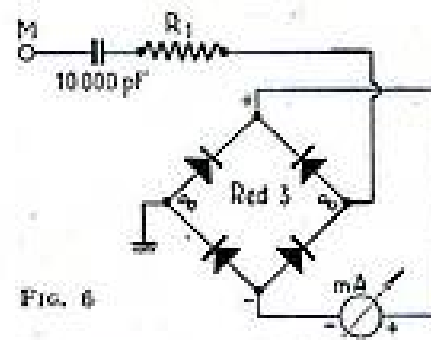

Fig. 6
C'est ce que l'on obtient avec le montage de la figure 6, redressant les deux alternances grâce au redresseur en pont Red. 3. La sensibilité du circuit est améliorée, ce qui permet de réduire la charge supplémentaire apportée au tube final BF.
Quant au redresseur Red. 3, il peut s'agir d'un redresseur en pont du type M, de Westinghouse (oxymétal). Mais, on peut aussi constituer les quatre branches du pont par quatre redresseurs au germanium type 1N34 ou similaire. Ce dernier procédé est d'ailleurs fortement recommandé. En effet, le montage de la figure 6 réalisé avec un redresseur en pont du type oxymétal devient assez imprécis pour les fréquences supérieures à 6 000 c/s ; plus la fréquence devient élevée, plus l'appareil « retarde ». Ce défaut est dû, d'une part, à la capacité interne relativement élevée du redresseur, et d'autre part, à la qualité du redressement aux fréquences élevées des organes du type cuivre — oxyde de cuivre.
a) La première consiste, nous l'avons dit, à remplacer le redresseur Red. 3 de la figure 6 par quatre diodes à cristal de germanium type 1N34.
En outre, ce montage est d'un prix de revient moindre et est plus robuste que le montage de la figure 6 équipé avec des diodes à cristal de germanium.